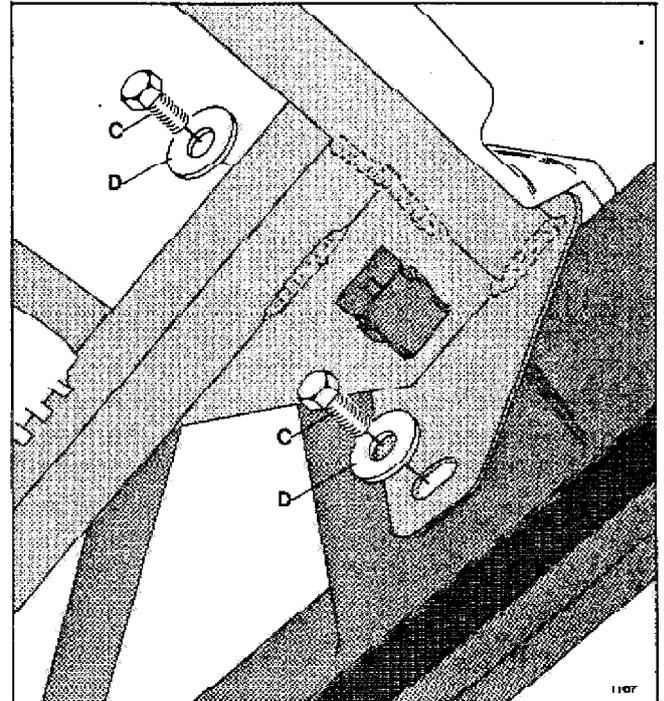

Abb. 3: Oberteil von der Vorderkante des Angelrahmens gesehen.
8. Die Schrauben C von der hinteren Einbau-platte des Angelrahmens abschrauben (sehen Sie Abb. 3). Die Befestigungspunkte des Oberteils sind jetzt ausgebaut.
3. Das Oberteil in den Angelrahmen mit den Schrauben C und mit den Scheiben D einbauen (sehen Sie Abb. 3). Die Schrauben nicht ganz anziehen. Das Oberteil kann jetzt vorsichtig geöffnet werden.
7. Setzen Sie sich in das Fahrzeug hinein und schliessen Sie das Oberteil. Lassen Sie einen Gehilfen das Oberteil über den hinteren Ecken des Fahrzeugs korrekt einstellen, so dass das Oberteil genau mit der Karosserie fluchtet. Die Schrauben O anziehen (sehen Sie Abb. 3).